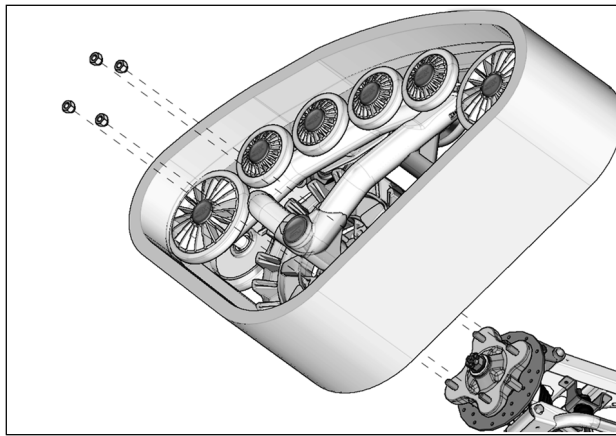

Fig. 10
10. Fixer le système de traction au moyen de roue arrière. Utiliser les écrous de roue d'origine du véhicule. Voir la Fig. 10